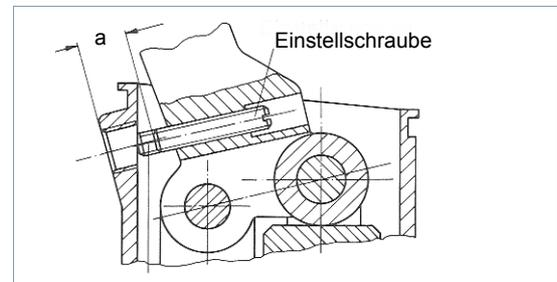

Abb. 7 Maß a für die Einstellung der Einstellschraube
- Einstellschraube für den Druckschalter auf Maß a $12 + 0,5$ mm einstellen (siehe Abb. 7).